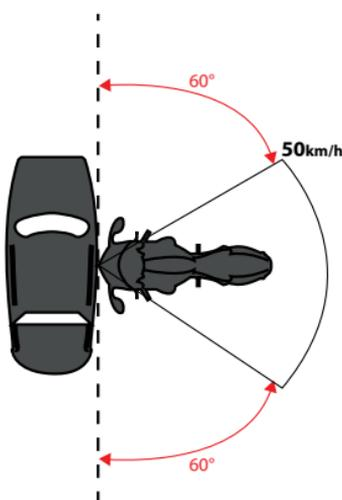

図11
モーターサイクルが車両もしくは障害物に衝突する場合 (図11)
インパクト角度 (図 11)	60° 度から 120° 度
**重要！** 図11 は Tech-Air™ ストリートエアバックシステムがユーザーの体に障害物が接触するときに、エアバックが膨張すると予測される概要を示しています。時速25km以上の際にシステムはインパクト角度に関わらず作動しますが、エンベロープ外側ではエアバックは障害物とユーザーの接触前に全部充填されない場合があります。